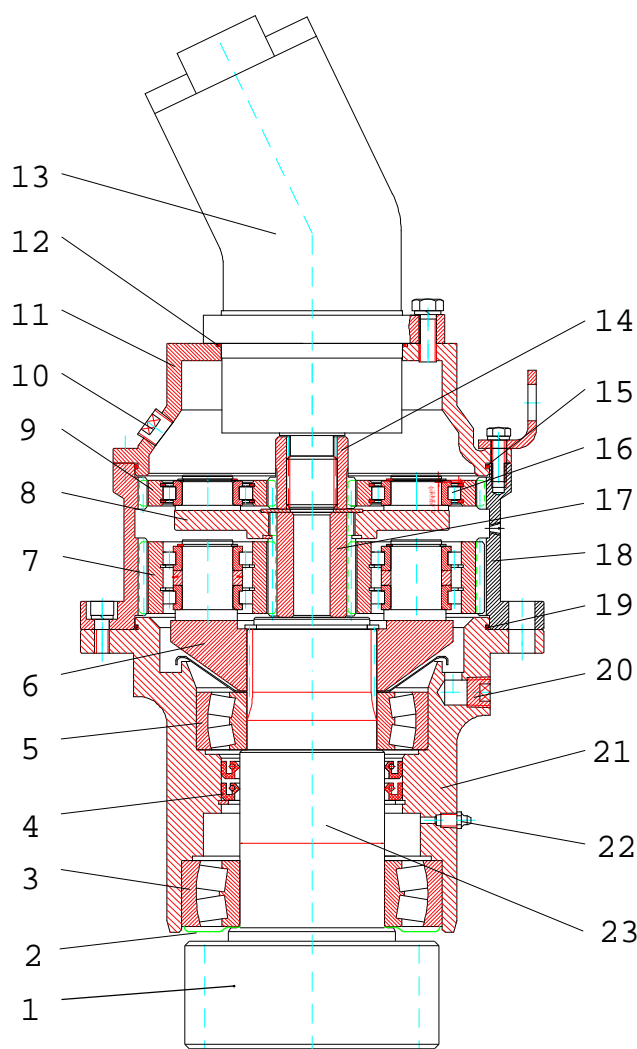

Рис. 19 Механизм поворота
2.1 МЕХАНИЗМ ПОВОРОТА (РИС. 19)